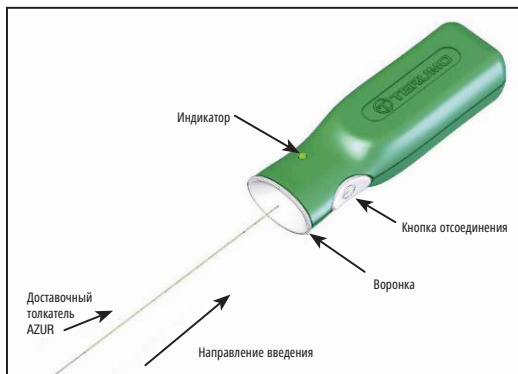

Рисунок 2. Контроллер отсоединения AZUR
15. Прежде чем использовать изделие, извлеките проксимальный конец доставочного толкателя из упаковочного кольца. Следите за тем, чтобы не загрязнить этот конец доставочного толкателя посторонними веществами, такими как кровь или контрастный раствор. Плотно вставьте проксимальный конец доставочного толкателя в воронкообразную часть контроллера отсоединения AZUR. См. рис. 2. **Пока что не нажимайте кнопку отсоединения.**
35. Подсоедините проксимальный конец доставочного толкателя к контроллеру отсоединения AZUR, плотно вставив проксимальный конец доставочного толкателя в воронкообразную часть контроллера отсоединения AZUR. См. рис. 2.